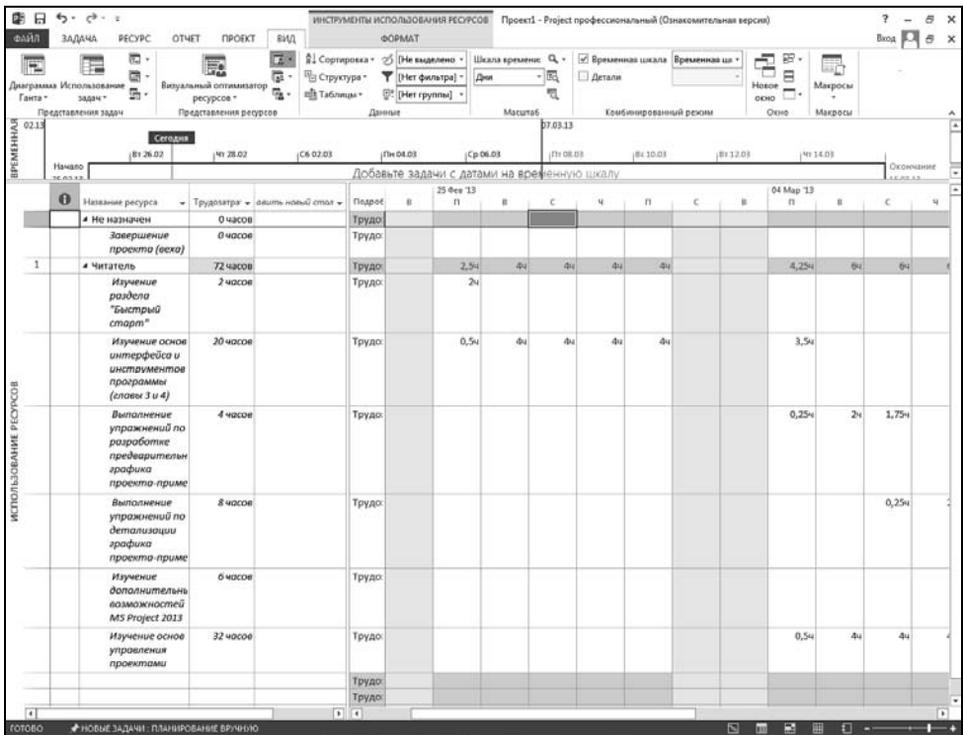

Рис. 4.25. Вид области Представления ресурсов вкладки Вид ленты меню
1. Для обращения к представлению **Использование ресурсов** следует щелкнуть по управляющей кнопке , расположенной справа вверху области **Представления ресурсов** вкладки **Вид** ленты меню (вид этой области показан на рис. 4.25).
Для вывода графика ресурсов нужно выбрать на ленте меню вкладку **Вид** и в области **Представления ресурсов** (см. рис. 4.25) выбрать правую нижнюю кнопку, которой присвоен значок , — это открывает меню, в котором следует выбрать строку **График ресурсов**.